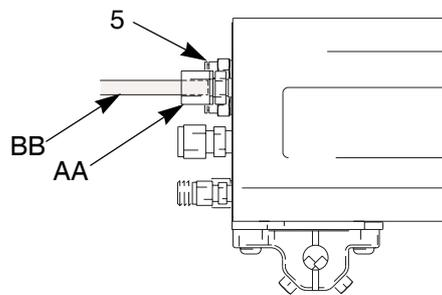

Abb. 9. Lichtwellenleiterkabel
2. Schrauben Sie die Mutter (AA) vom Lichtwellenleiterstutzen (5) ab und schieben Sie sie über das Ende des Lichtwellenleiterkabels (BB). Siehe Abb. 9.
3. Schieben Sie das Kabel (BB) in den Stutzen (5), bis es vorsteht. Ziehen Sie die Mutter (AA) fest, um das Kabel zu sichern.